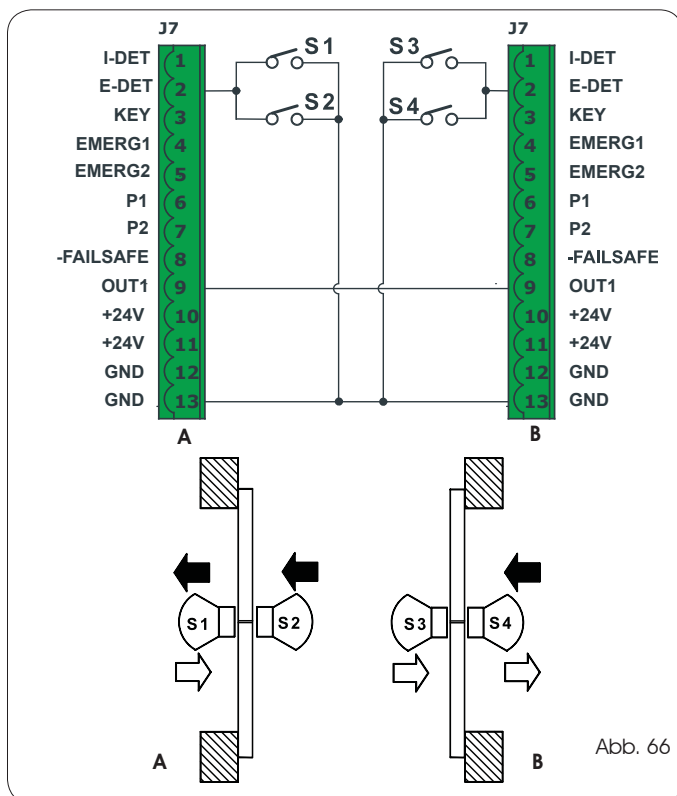

Abb. 66
- Die Anschlüsse zwischen den Klemmenleisten J6 der beiden Karten und der Sensoren gemäß Abb. 66 ausführen.